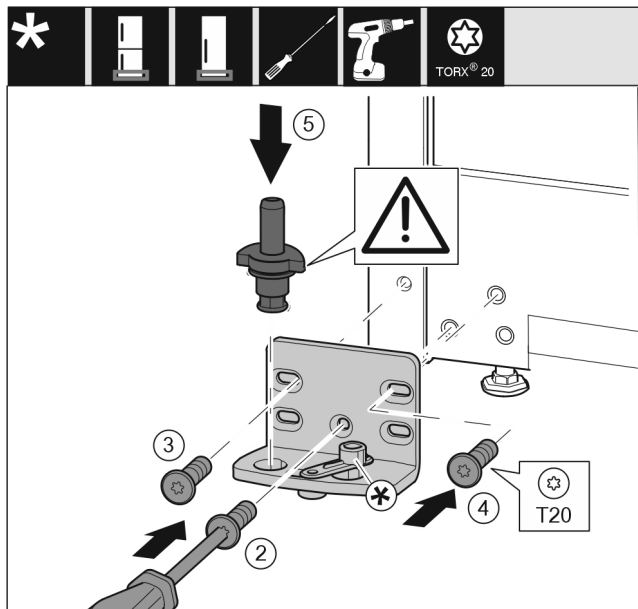

Fig. 22 \*
- ▶ Установите опорный кронштейн с другой стороны и прикрутите с помощью отвертки. Начините с винта Fig. 22 (2) снизу в центре.\*
- ▶ Затяните винт Fig. 22 (3) и винт Fig. 22 (4)\*
- ▶ Снова установите опорный палец Fig. 22 (5) в сборе. При этом проследите за тем, чтобы выступ фиксатора был направлен назад.\*
- ▶ Установите опорный кронштейн с другой стороны и прикрутите с помощью отвертки. Начините с винта (2) снизу в центре.\*
- ▶ Затяните винт (3) и винт (4)\*
- ▶ Снова установите опорный палец (5) в сборе. При этом проследите за тем, чтобы выступ фиксатора был направлен назад.\*